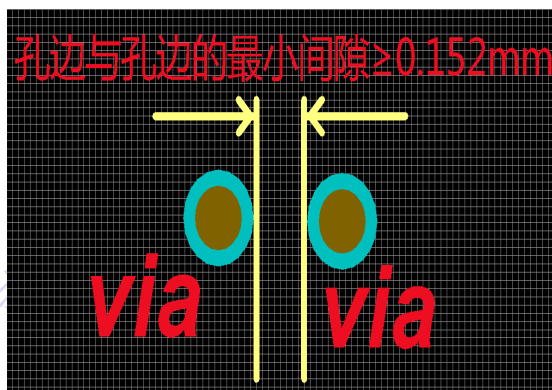

图 21
- 10) Via 与 Via 最小间隙 (距): 嘉立创目前能接受的 Via 与 Via 最小间隙 (距) 为 0.152mm (6mil)。(如图 21 所示)(后续制程工艺有变化, 请留意嘉立创官方网站 www.sz-jlc.com)